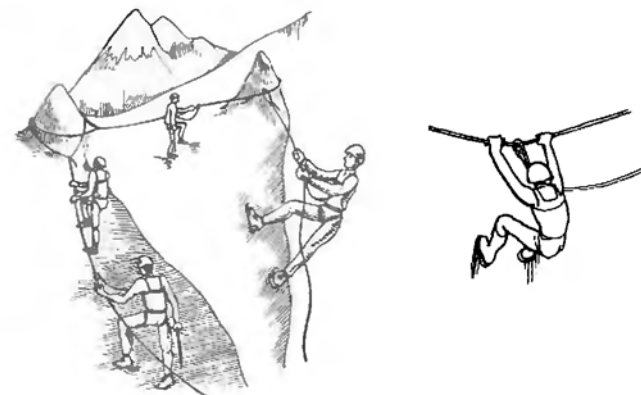

Рис.8. Движение по перилам
**При передвижении по перилам следует (рис.8):**